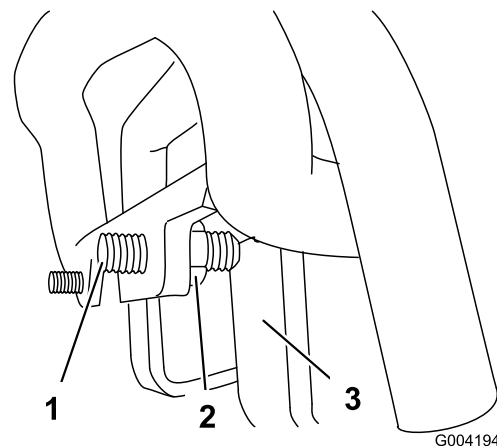

Bild 56
3. Falls die Maschine nach **links** zieht, lockern Sie die **rechte** Klemmmutter und stellen Sie die Spurweiten-Stellschraube vorne am Fahrtrieb ein (Bild 56).
4. Falls die Maschine nach **rechts** zieht, lockern Sie die **linke** Klemmmutter und stellen Sie die Spurweiten-Stellschraube vorne am Fahrtrieb ein (Bild 56).